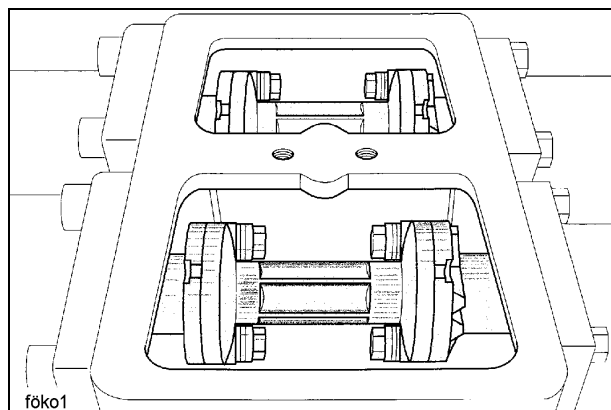

Fig. 1
- Mover el émbolo hasta poco antes de la posición final trasera. La pieza distanciadora (Fig. 1) debe estar visible por completo en el depósito de agua.